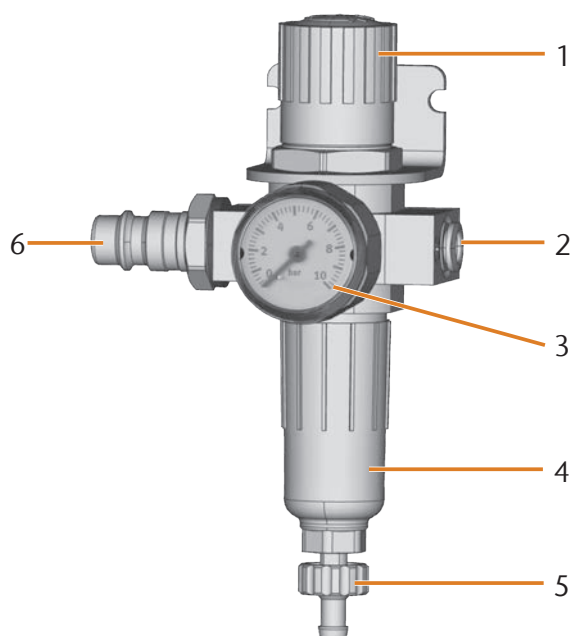

FIG. 5: UNITÉ DE MAINTENANCE : RÉGLAGE ET CONTRÔLE DE L'AIR COMPRIMÉ
- Installez l'unité de maintenance verticalement (☞ Fig. 5).